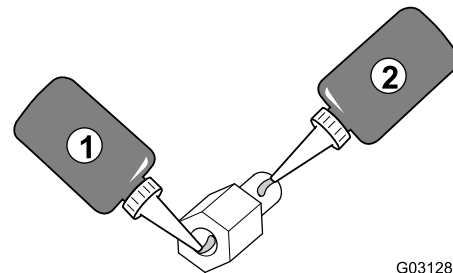

Figure 150
2. Appliquez une couche de frein-filet (capacité de capillarité moyenne à forte) sur le filetage de la partie écrou de la cheville filetée (Figure 150).
4. Appliquez une couche de frein-filet (capacité de capillarité moyenne à forte) sur le filetage de la partie goujon de la cheville filetée (Figure 150).